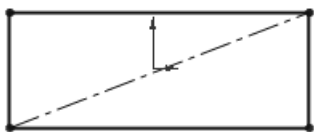
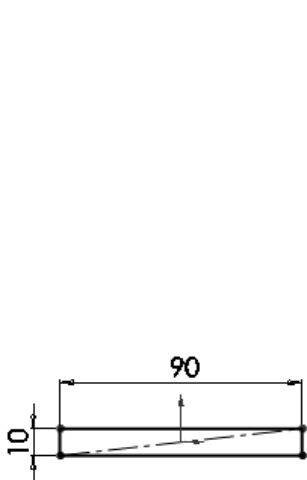

图 10-193 绘制草图
图 10-195 标注智能尺寸
① 建立新文件。单击“标准”工具栏中的 (新建) 按钮, 或选择“文件”→“新建”菜单命令, 在弹出的“新建 SOLIDWORKS 文件”对话框中单击 (零件) 按钮, 然后单击“确定”按钮, 创建一个新的零件文件。
② 绘制草图。在左侧的 FeatureMannger 设计树中选择“前视基准面”作为绘图基准面, 然后单击“草图”控制面板中的 (边角矩形) 按钮, 绘制一个矩形。单击“草图”控制面板中的 (中心线) 按钮, 绘制矩形的一条对角线, 如图 10-193 所示。单击“草图”控制面板中的 (添加几何关系) 按钮, 添加矩形对角线与原点的“中点”约束, 如图 10-194 所示。标注矩形的智能尺寸, 如图 10-195 所示。